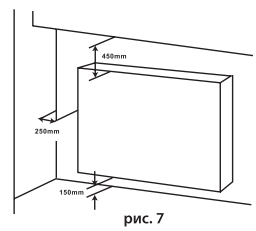

рис. 7
- При креплении устройства на стену расстояние от пола должно быть не менее 15 см, расстояние от передней и верхней панелей до предметов – не менее 45 см, расстояние от боковых панелей до предметов – не менее 25 см (рис. 7).
менее 15 см, расстояние от передней и верхней панелей до предметов – не менее 45 см, расстояние от боковых панелей до предметов – не менее 25 см (рис. 7).